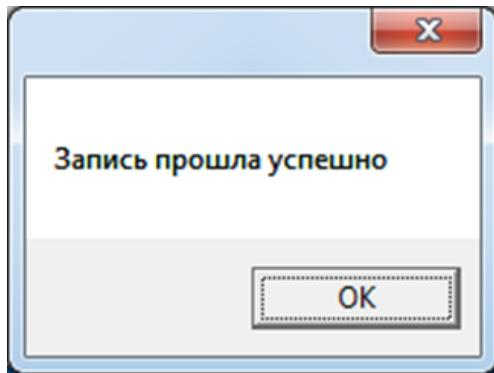

Рис.6. Завершение настройки.
3.3.7. Нажмите кнопку «Записать». После появления окна (рис.6) нажать кнопку «OK» и закрыть программу.